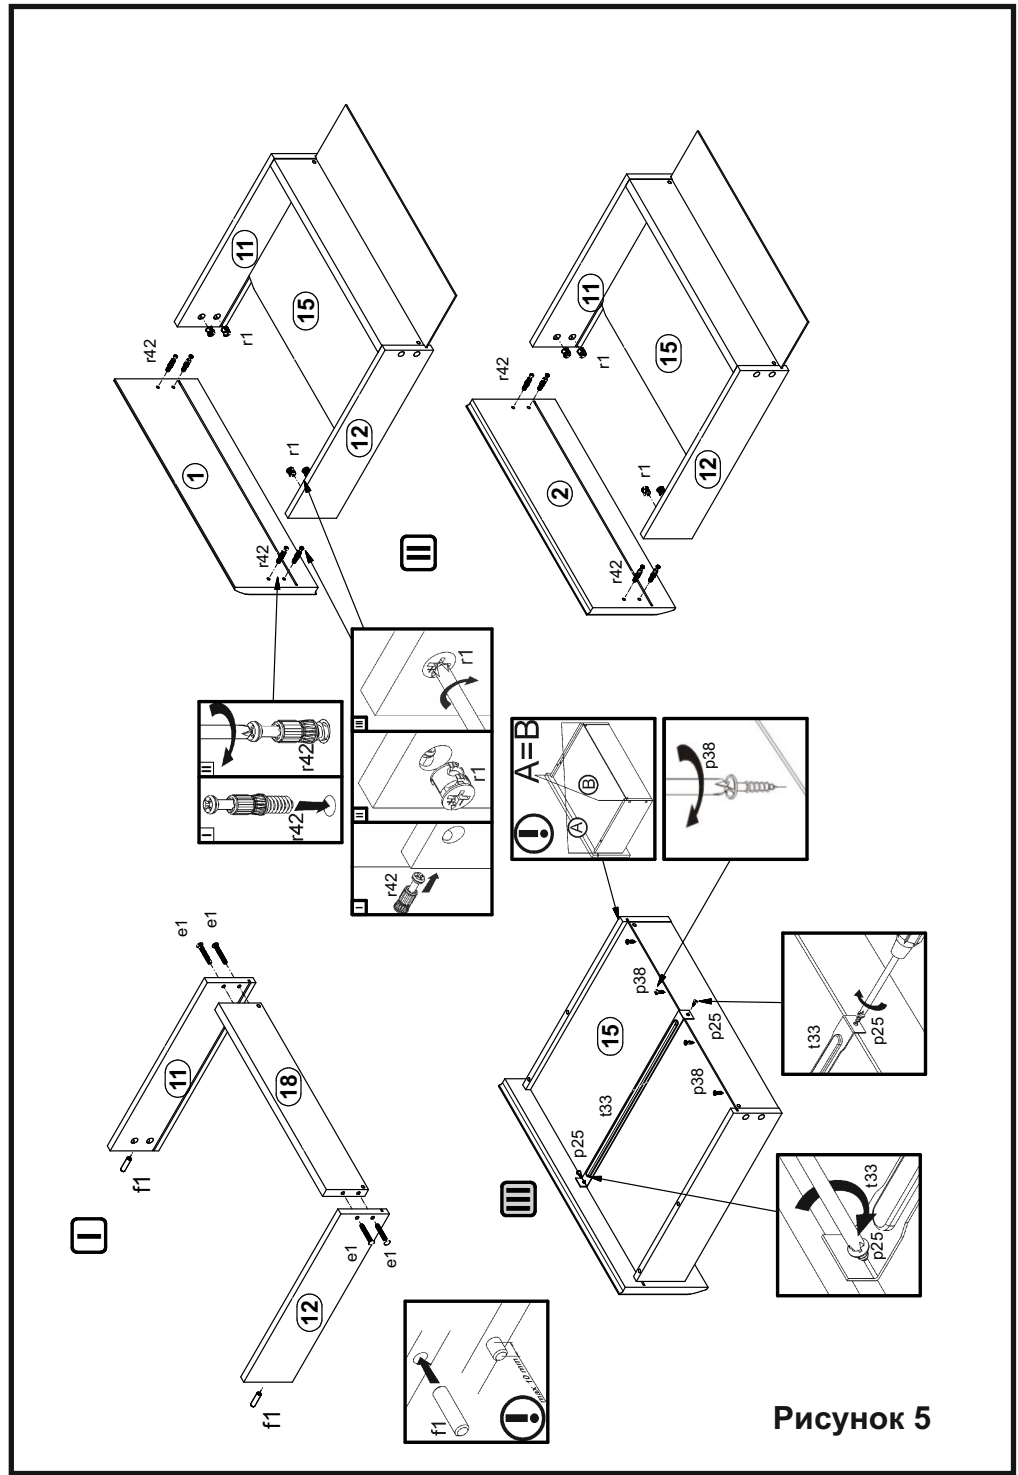

Рисунок 5
- В отверстия  $\varnothing 8$  мм на передних кромках стенок боковых ящиков **11, 12** вбить деревянные шканты **f1** (см. рис. 5).
- В отверстия  $\varnothing 15$  мм на внутренних поверхностях стенок боковых ящиков **11, 12** вставить стяжки эксцентриковые **r1** (см. рис. 5).
- Соединить детали **11, 12, 18** с помощью конформатов **e1**, пользуясь ключом **z1**, вставить в пропилы на боковых и задних стенках собранных корпусов ящиков дно ящика **15** (см. рис. 5).
- В отверстия  $\varnothing 5$  мм на внутренних поверхностях панелей ящиков **2, 1** вкрутить винты стяжки **r42** (см. рис. 5).
- Соединить панели ящиков **2, 1** с корпусами ящиков при помощи шкантов **f1** и винтов стяжек **r42** и затянуть эксцентриковые стяжки **r1** при помощи отвертки. Закрепить стяжки эксцентриковые **r1** на стенках боковых ящиков **11, 12** заглушками **s2** (см. рис. 5).
- Перевернуть ящики дном вверх и зафиксировать дно ящика **15** с помощью фиксатора дна ящика **t33** и шурупов **p25** (см. рис. 5).